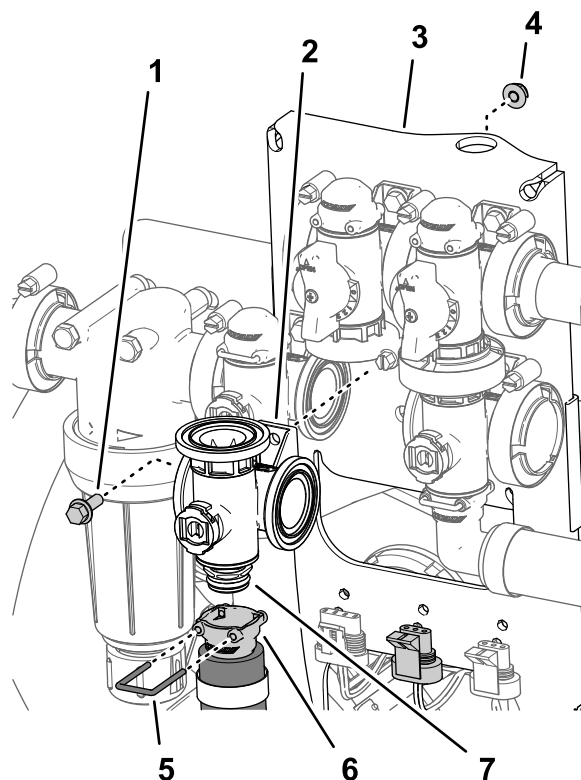

Рисунок 116
2. Снимите держатель, который крепит быстроразъемное гнездо к быстроразъемной муфте коллектора клапана перемешивания (Рисунок 116).
3. Отверните болт с фланцевой головкой ($\frac{1}{4} \times \frac{3}{4}$ дюйма) и фланцевую контргайку ($\frac{1}{4}$ дюйма), с помощью которых клапан перемешивания присоединяется к опоре крепления клапанов, и снимите коллектор клапана с машины (Рисунок 116).